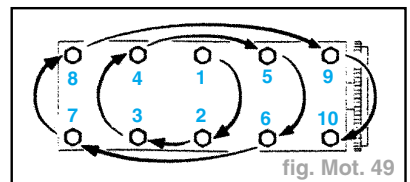

fig. Mot. 49
- Serrer les vis de culasse dans l'ordre indiqué (fig. Mot. 49).